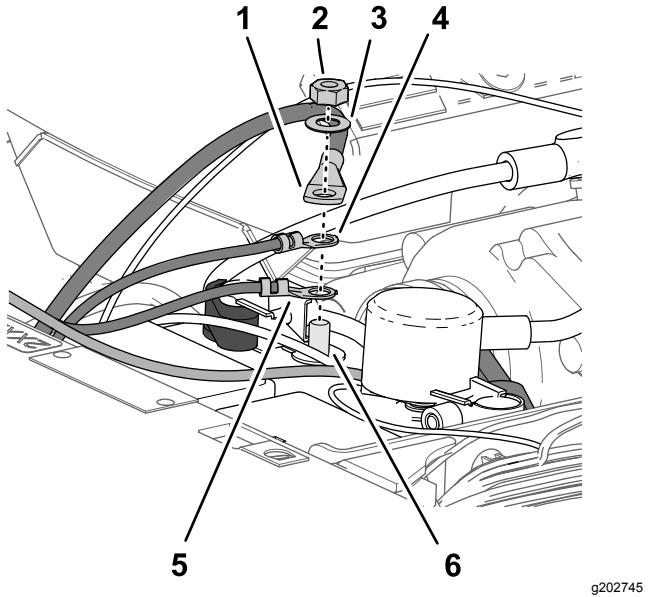

Figura 212
5. Montate i seguenti terminali di fili e cavi sul polo filettato del terminale negativo della batteria (Figura 212) nell'ordine seguente: